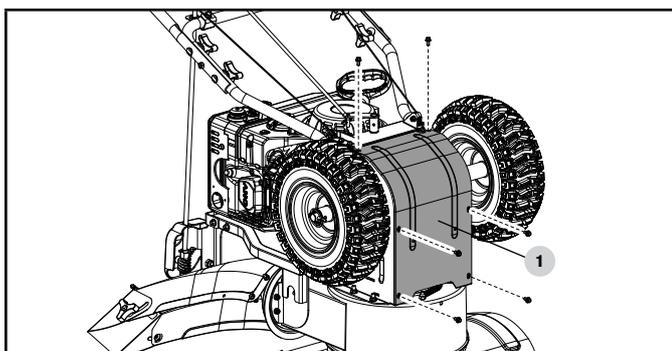

Figure 30
5. Retirez le couvercle du cadre de base (1) de la face inférieure de la souffleuse à neige en retirant les six vis M6 × 16 qui fixent-le. (figure 30)